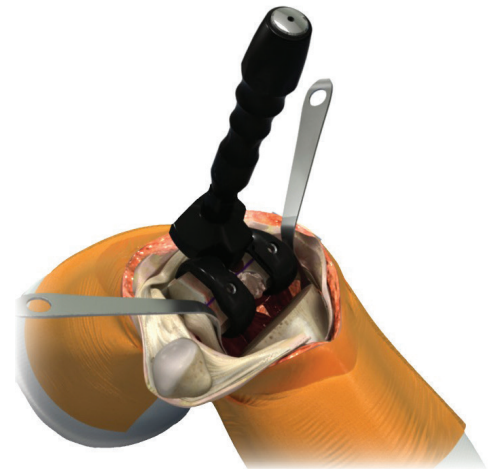

Figura 19
**Nota:** Para evitar que la prueba se resbale en la flexión, el impactador también puede ser utilizado como Impactador de Muesca si se rota 180 grados y se impacta el área de incisura femoral (Figura 19).